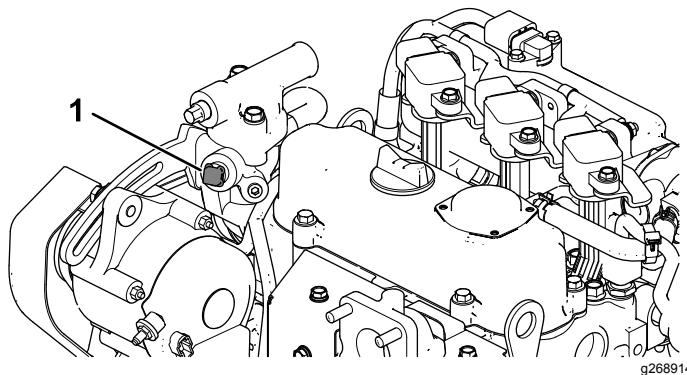

Figura 12
- A. Rimuovete il tappo nell'alloggiamento del termostato (Figura 12).